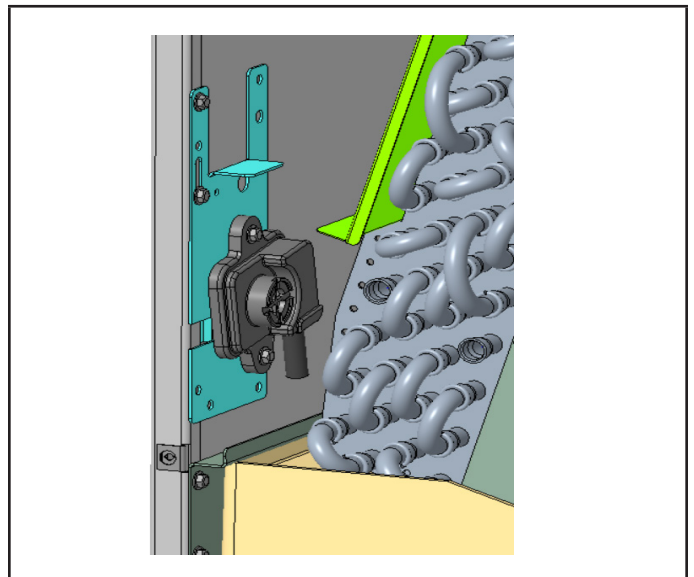

FIGURE 8
- 1 - Retirez le support du capteur de la position verticale (illustré à la FIGURE 8). Ne retirez pas le capteur de son support et ne déconnectez pas ou ne réacheminez pas le fil du capteur de la zone du panneau de commande.